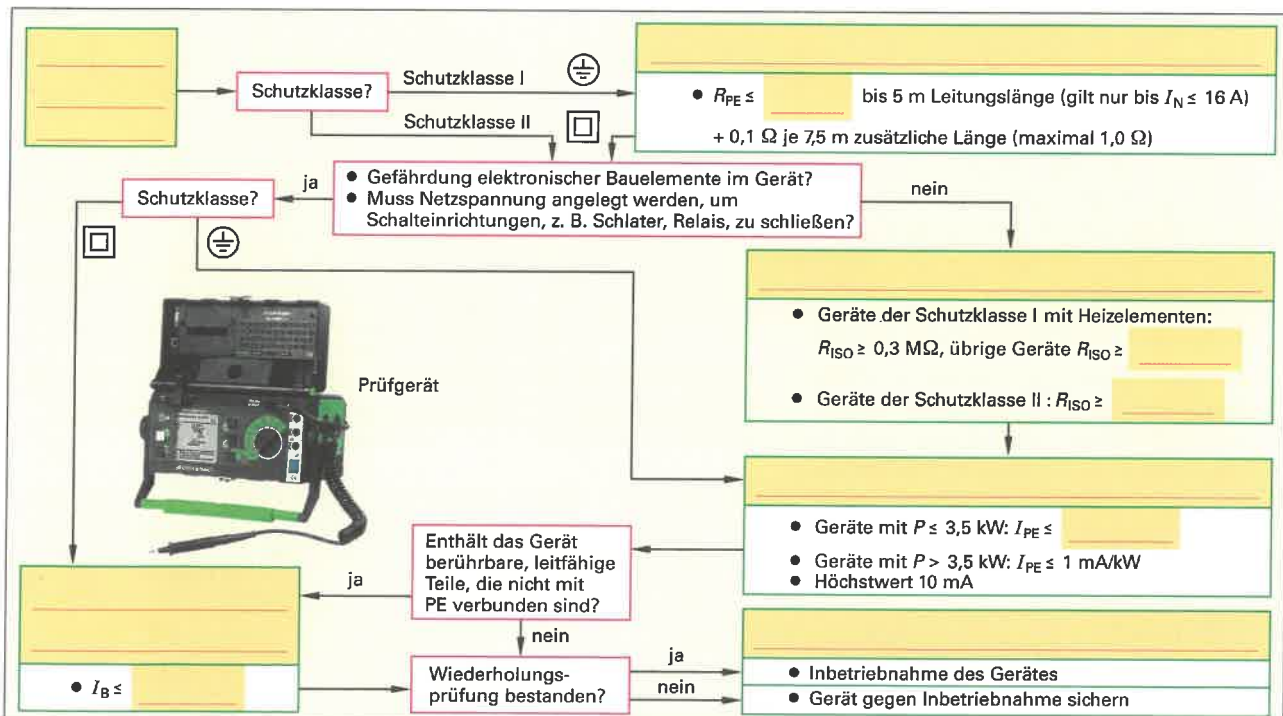

Bild 3: Prüfungsablauf nach VDE 0701-0702
7. Ergänzen Sie den Prüfungsablauf (Bild 3) für die Prüfung eines Elektrogerätes nach Schutzklasse I und II.